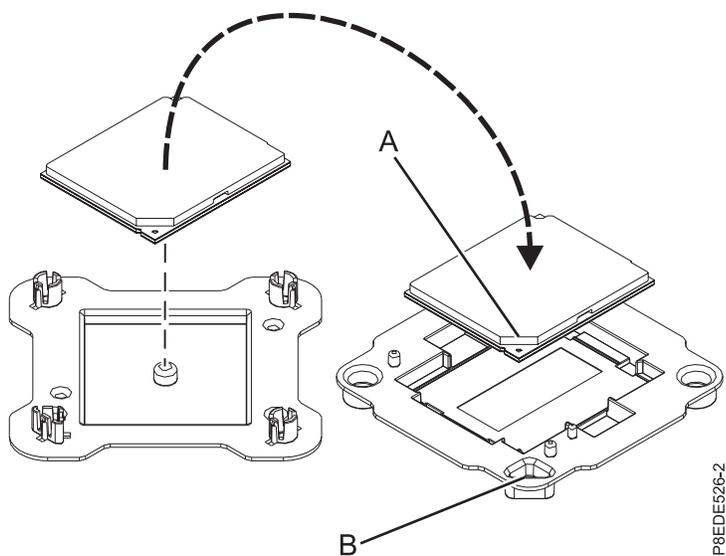

図 178. パッケージへのシステム・プロセッサ・モジュールの取り付け
13. 再取り付けしたシステム・プロセッサ・モジュールの端を軽くつかみ、持ち上げてパッケージ・カバーから外します。モジュールの斜めになった隅 (A) をパッケージ隅の三角 (B) と位置合わせして、パッケージ内に配置します (図 178 を参照)。パッケージ・カバーを閉じます。